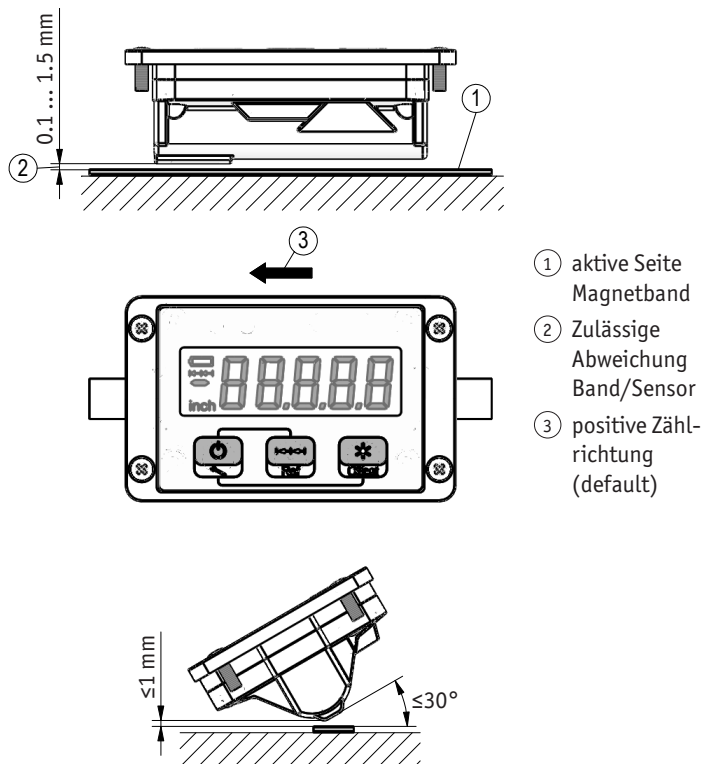

Abb. 10: Definition der Zählrichtung und Montage Messanzeige mit integriertem Magnetsensor/Magnetband, Abstandsmaße, Toleranzen
- ▶ Auf richtige Ausrichtung des Messanzeige mit integriertem Magnetsensor achten, damit die optimale Abtastung gewährleistet ist (siehe Abb. 10).